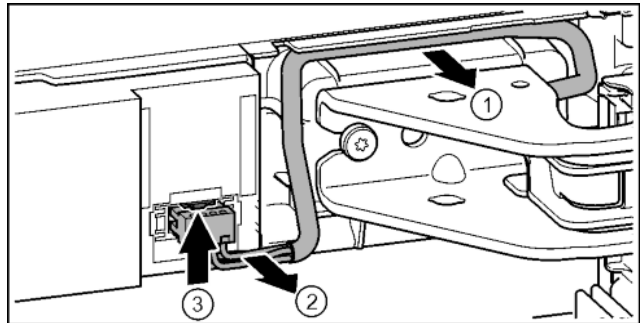

Fig. 23
- ▶ Kabel via de lagerbus voorzichtig uit de geleiding losmaken. Fig. 23 (1)
- ▶ Kabeldraad voorzichtig uit de schacht trekken. Fig. 23 (2)
- ▶ Las naar boven duwen en stekker voorzichtig eruit trekken. Fig. 23 (3)